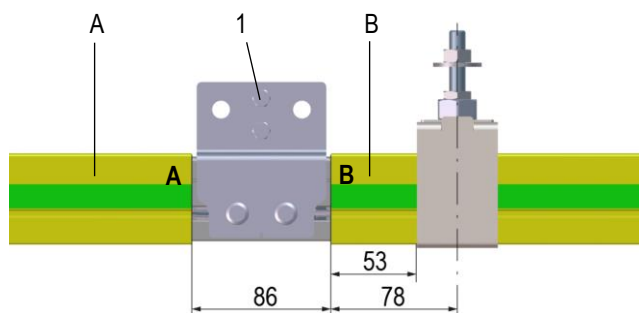

Fig. 29 : Montage de l'éclisse en PE et de profils d'isolation
- Faire glisser la partie A, une éclisse PE (1) et la partie B sur le profil en aluminium et les aligner. Respecter les distances indiquées dans Fig. 29.